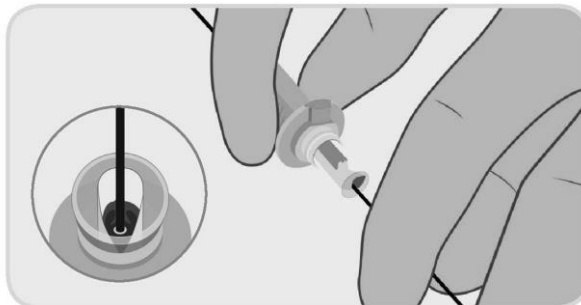

Bild 7. Laddning av ledaren i kanylen.
- a. Använd icke-hepariniserad saltlösning för att smörja ledaren under införandet. För in ledaren i implantatet inuti laddningskanylen (Bild 7) och fortsätt att föra in ledaren till den sticker ut från den bakre änden på handtaget på PerQseal® förslutningsanordning. Håll PerQseal® införingshylsa i en låg vinkel i förhållande till artärens längsgående axel (t.ex. 20°) och håll införingshylsan så rakt som möjligt för att undvika att den viker sig.
Obs 2: Håll endast i den bakre delen av laddningskanylen under införandet enligt Bild 7.